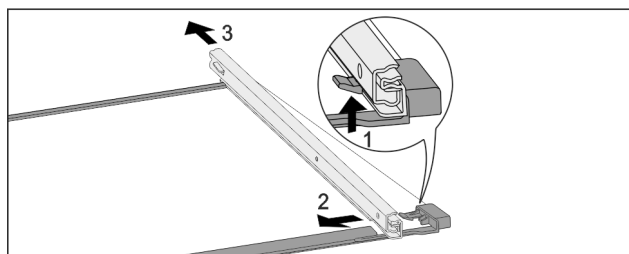

Fig. 180 Skleněná deska s kolejničkami
- Přední aretační háček zatlačte nahoru. Fig. 180 (1)
- Výsuvnou kolejničku vysuňte stranou Fig. 180 (2) a dozadu Fig. 180 (3).